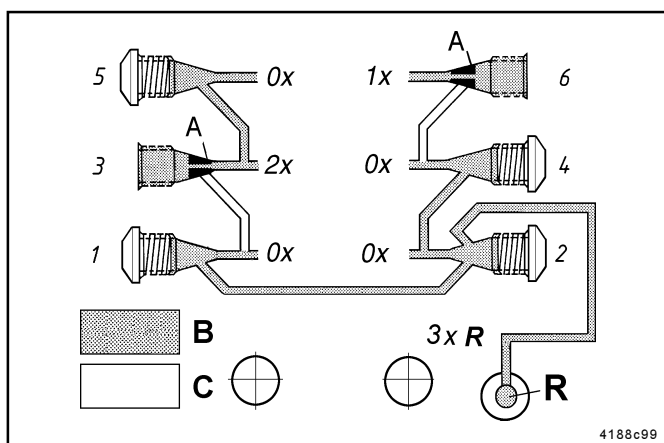

Fig. 4 - Ramener le lubrifiant au réservoir de manière externe; seulement en cas de doseurs de lubrifiant installés à l'arrière.
- Ceci est effectué automatiquement lorsque le trou de sortie 2 est fermé avec une vis de fermeture (Fig.4). Des quantités de lubrifiant provenant des sorties ayant des numéros pairs et impairs peuvent être ramenées au réservoir par le conduit qui relie les sorties 1 et 2.
- Pour ramener le lubrifiant, toujours commencer par les sorties ayant le numéro le plus bas, p. ex. 2, 4, ... ou 2 et 1, 3, .. **plus sortie 2**. Comme il est montré sur la Fig. 4, les quantités de lubrifiant des sorties 1, 2, et 4 (3xR) sont ramenées au réservoir.